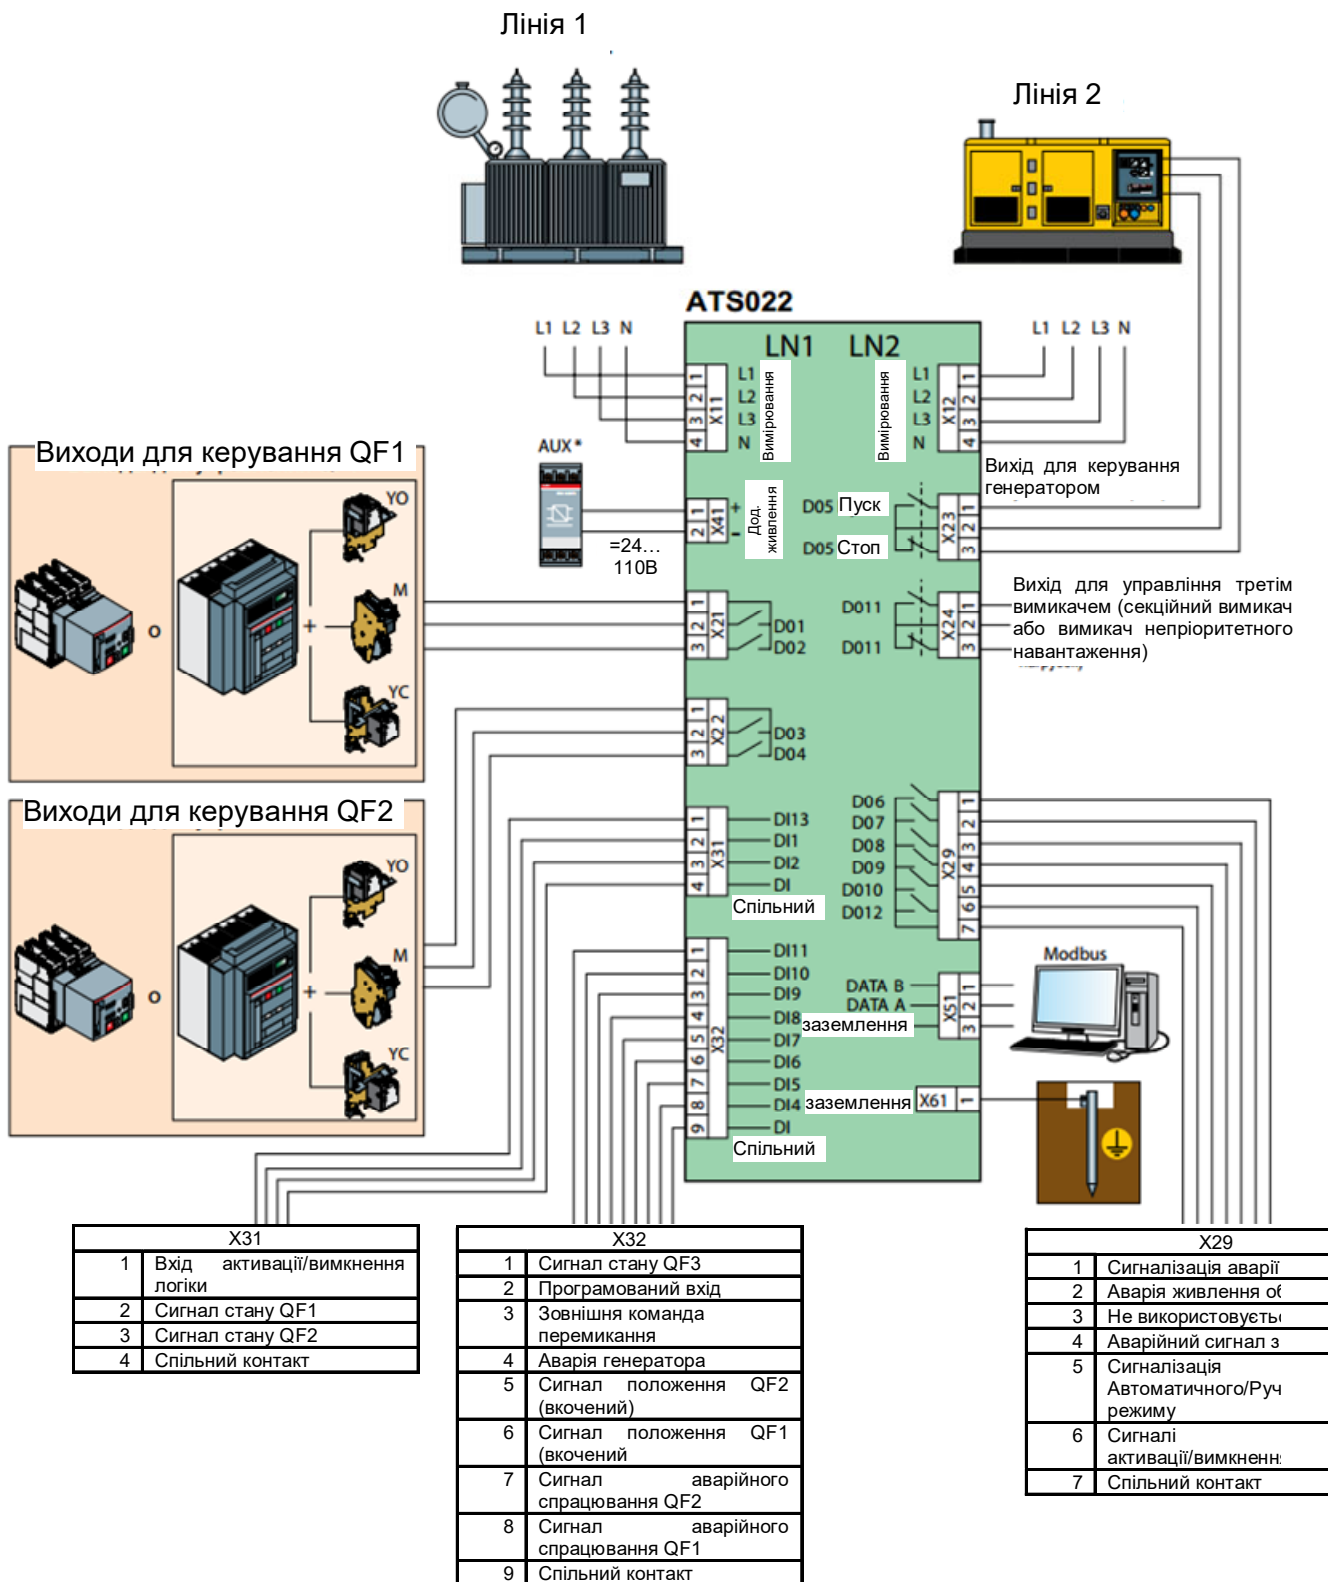

Рисунок 3.3 – З'єднання між блоком АТS022 і всіма аксесуарами
На рис. 3.3 показані з'єднання між блоком ATS022 і всіма аксесуарами, необхідними для перемикання у випадку трифазної системи з нейтраллю.
1. Ввімкнути блок ATS022 згідно з рис. 3.3.
2. Нарисувати схему вмикання блоку ATS022 згідно з рис. 3.3.